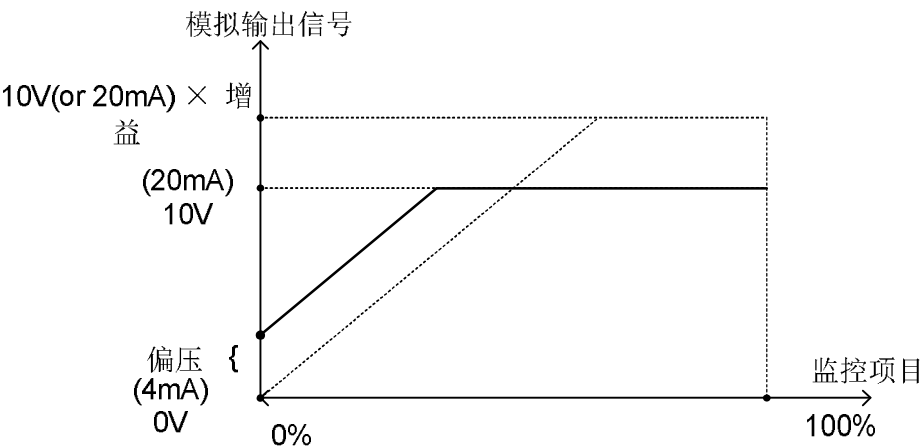

图4.3.48 模拟输出准位调整
- (1).模拟输出之模拟准位调整AO1及AO2(04-12, 04-13及04-17, 04-18)。
- 关于模拟输出等级调整，参照图4.3.48。